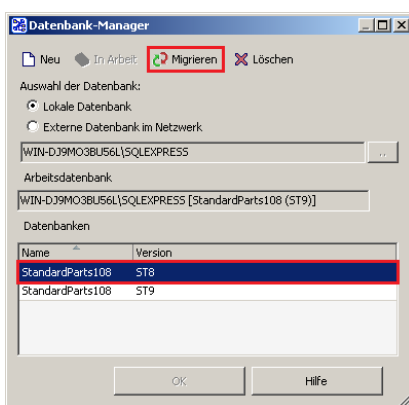

Abbildung 31
- 8.2. Wählen Sie Ihre bisherige Arbeitsdatenbank (hier: die der ST8) aus und klicken Sie auf den Button *Datenbank migrieren* (Abb. 31) und bestätigen Sie die Nachfrage mit einem Klick auf *Ja*.